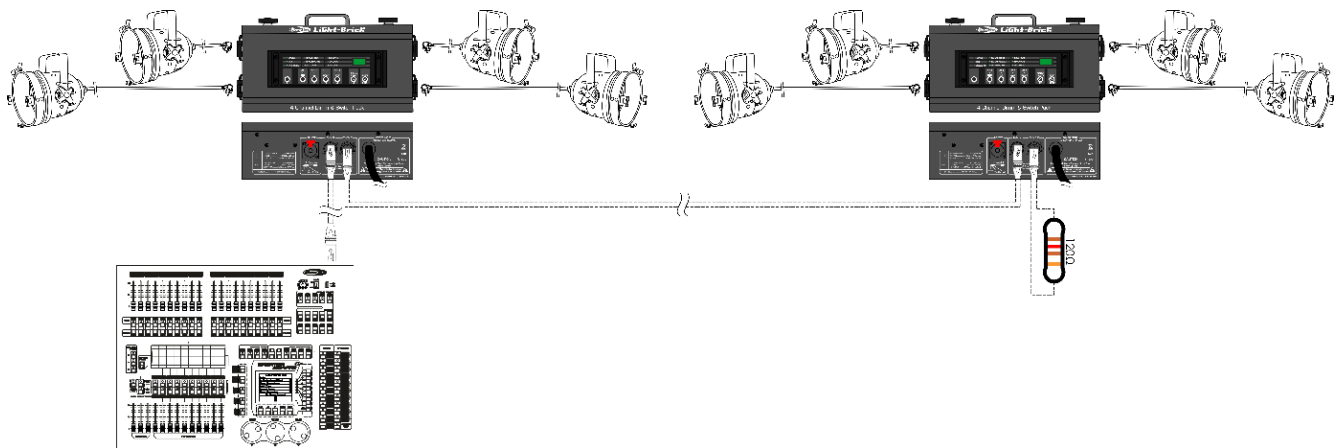

Fig.04
- 03) Interconecte las unidades como se indica en la Fig. 04. Conecte un cable de señal DMX que vaya desde el conector DMX Out (salida) de la primera unidad al conector DMX In (entrada) de la segunda unidad. Repita este proceso para interconectar el número deseado de unidades.